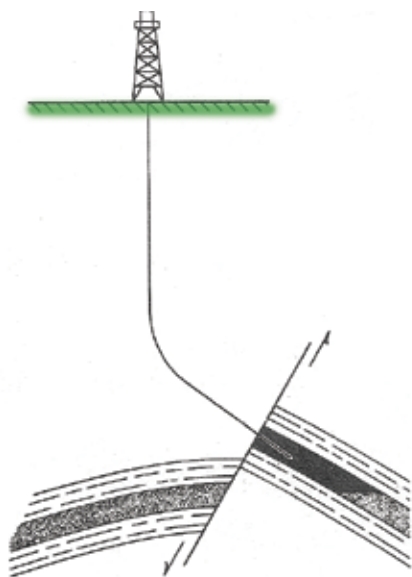

Figura 3. Perforación de fallas.
- c. Perforación de fallas (figura 3).